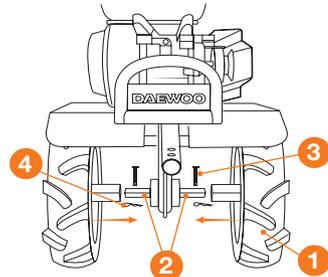

Рис. 5
- При помощи ассистента установите пневматические колеса **1** на выходной вал редуктора **2** и зафиксируйте пальцем цилиндрическим 8x40 мм **3** и шплинтом диаметром 2,5 мм (Рис. 5).